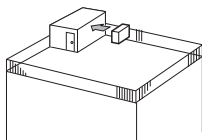

Abb. 2-3
(1) Richten Sie die Luftaustrittsöffnung mit einem Abstand von etwa 35 cm auf die nächstgelegene Wand aus. (Abb. 2-3)